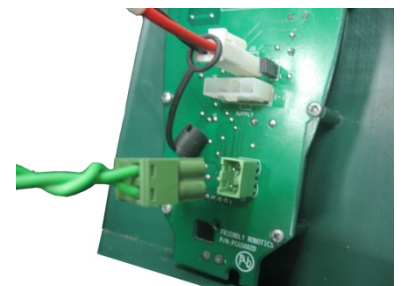

Bild 1.19 -
- Anslut kantkabelns kontakt till basstationens kretskort (bild 1.19).